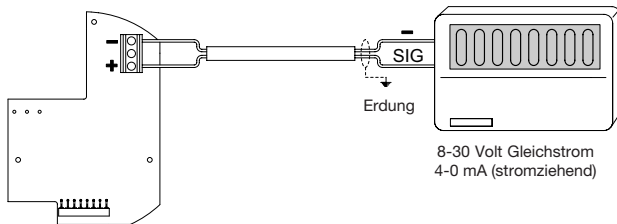

Abbildung 7: **Xgard Typ 2**, elektrische Anschlüsse
2. Sicherstellen, dass alle elektrischen Anschlüsse korrekt gemäß Abbildung 7 vorgenommen wurden.